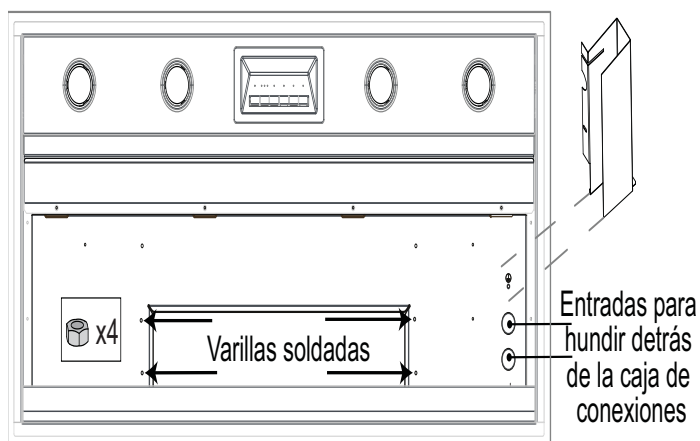

Figura 5: Ubicación de las varillas soldadas y de la caja de conexiones
1. El ventilador está sujetado a la campana mediante las dos varillas soldadas de la placa de montaje. La *Figura 5* muestra la ubicación de esas varillas.
3. Ajuste las cuatro (4) tuercas (proporcionadas con la campana). Apriete las tuercas para sujetar el ventilador a la campana.
1. Quite la tapa de la caja de conexiones, la que cubre los cables (*consulte la Figura 5 en la página 11*).
2. Quite las entradas circulares hundidas (*Figura 5 en la página 11*).
1. Quite la tapa de la caja de conexiones, la que cubre los cables (consulte la Figura 5 en la página 11).
2. Quite las entradas circulares hundidas (Figura 5 en la página 11).
- Quite la tapa de la caja de conexiones (vea la Figura 5 en la página 11).